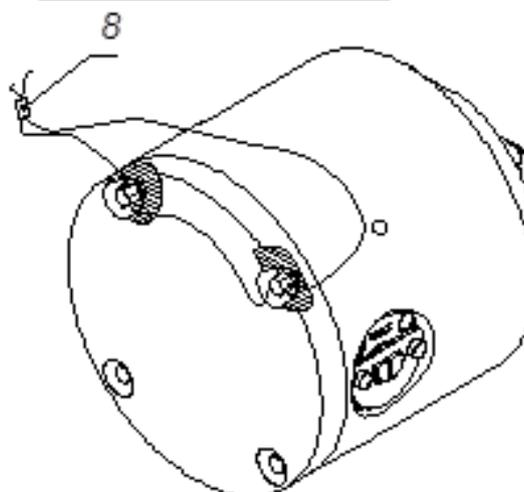

Рис. 4. Кассета СН-5.
Извлеките кассеты из ящика. Излучатель в кассете СН-5 (рис. 4) поставляется в транспортном положении.
- отвернуть болты поз.7 (см. рис. 4);